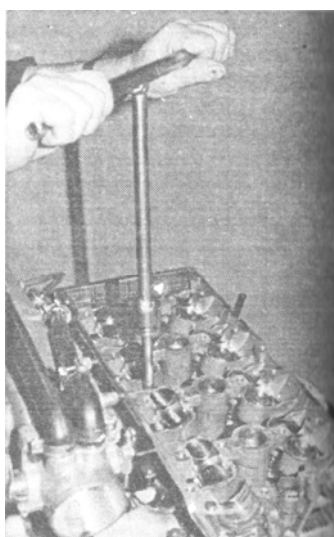

Рисунок 26 – Снятие головки цилиндров
- снять головку цилиндров (рисунок 26). Если нет необходимости в разборке и ремонте термостата, ресивера, впускной трубы, выпускного коллектора и головки цилиндров, головка цилиндров может быть снята вместе с этими узлами;